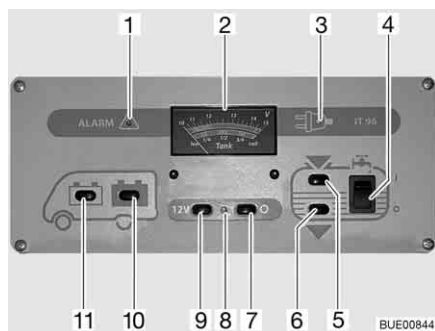

Fig. 161 Pannello di controllo IT 96-2
L'interruttore principale a 12 V (Fig. 161,7 e 9) inserisce o disinserisce il pannello di controllo e l'alimentazione a 12 V dell'abitacolo.
Accensione: ■ Premere l'interruttore (Fig. 161,9) "12 V": L'alimentazione a 12 V dell'abitacolo è inserita. La spia di controllo (Fig. 161,8) diventa verde.
Spegnimento: ■ Premere l'interruttore (Fig. 161,7) "O": L'alimentazione a 12 V dell'abitacolo è disinserita. La spia di controllo (Fig. 161,8) si spegne.
Per l'indicatore volt/serbatoio (Fig. 161,2) leggere la scala superiore. L'indicatore si illumina automaticamente appena viene premuto un interruttore.
Indicazione: ■ Premere l'interruttore (Fig. 161,11) : Viene indicata la tensione della batteria di avviamento.
■ Premere l'interruttore (Fig. 161,10) : Viene indicata la tensione della batteria dell'abitacolo.
Per l'indicatore volt/serbatoio (Fig. 161,2) leggere la scala inferiore. L'indicatore si illumina automaticamente appena viene premuto un interruttore.
■ Premere l'interruttore (Fig. 161,5) "": Viene indicato il livello del serbatoio dell'acqua.
■ Premere l'interruttore (Fig. 161,6) "": Viene indicato il livello del serbatoio delle acque grigie.
■ Premere in alto l'interruttore a bilico (Fig. 161,4) "I": L'alimentazione idrica è accesa.
■ Premere l'interruttore a bilico in basso (Fig. 161,4) "O": L'alimentazione idrica è spenta.
La spia luminosa rossa "ALARM" (Fig. 161,1) inizia a lampeggiare non appena la tensione della batteria dell'abitacolo scende al di sotto di 11 V (misurazione durante il normale esercizio) con conseguente rischio che la batteria si scarichi troppo.
La spia di controllo a 12 V (Fig. 161,8) si accende non appena l'interruttore principale a 12 V (Fig. 161,9) viene inserito.
La spia gialla di controllo a 230 V (Fig. 161,3) si accende quando all'ingresso della centralina elettrica è presente una tensione di rete.